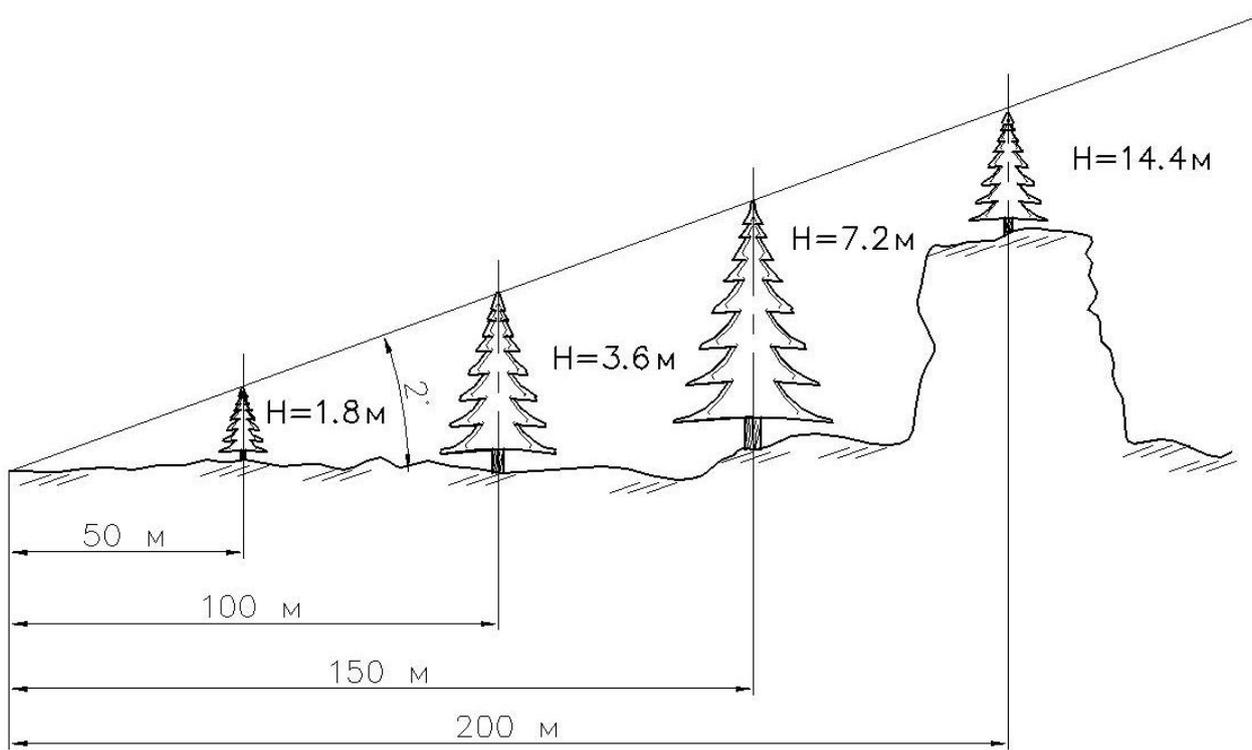

Рис. 13. Схема ограничений по высоте взлета БЛА
- г) зона по направлению взлёта за стартовой позицией (рис. 13) не должна иметь: